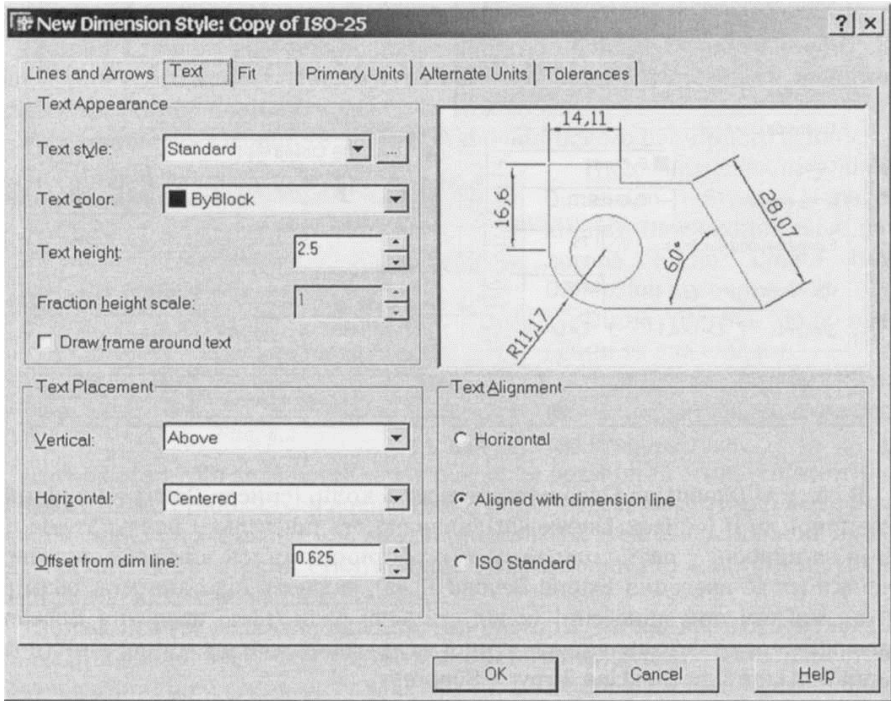

Рисунок 1.5
8. Перейдіть на вкладку Text (див. рис. 1.5).